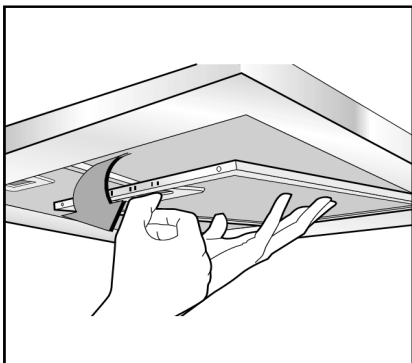

Fig.1
- Sluit de afzuigkapafvoer niet aan op hetzelfde kanaal als gebruikt om de hete lucht te circuleren of voor het afvoeren van dampen van andere apparaten die zijn gegenereerd door andere dan een elektrische voeding. Voordat u verder gaat met de montage moet de anti-vetfilter(s) verwijderd worden (Fig.1) zodat het toestel gemakkelijker te hanteren is.